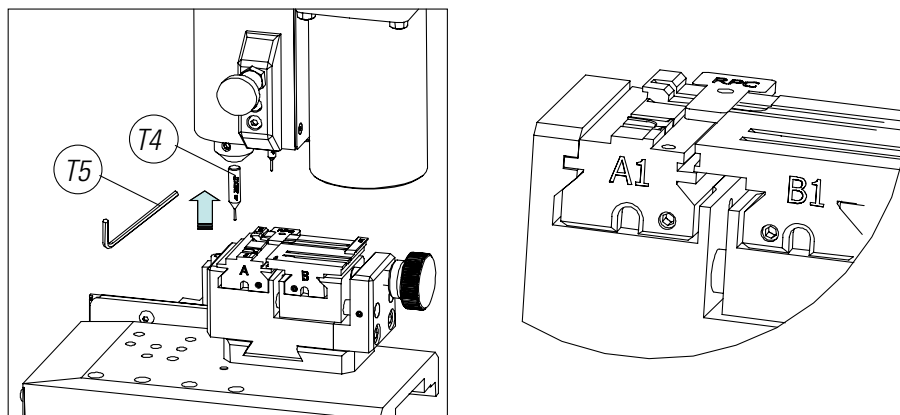

FIG. 17
- 3) Colocar la chapa de ajuste RPC en la mordaza, por la parte posterior de la mordaza (Fig. 17).